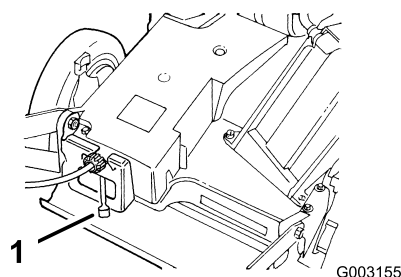

Figura 12
3. Mueva el control de velocidad sobre el terreno a la posición de Punto muerto (N) (Figura 12).
El cortacésped tiene 3 velocidades sobre el terreno. 1 es velocidad lenta, 2 es velocidad media, y 3 es velocidad rápida. El control de velocidad sobre el terreno está ubicado en la parte trasera de la cubierta de la correa (Figura 12).